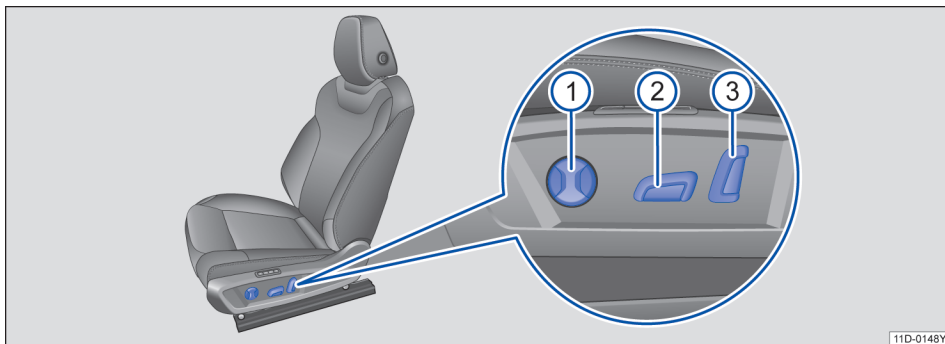
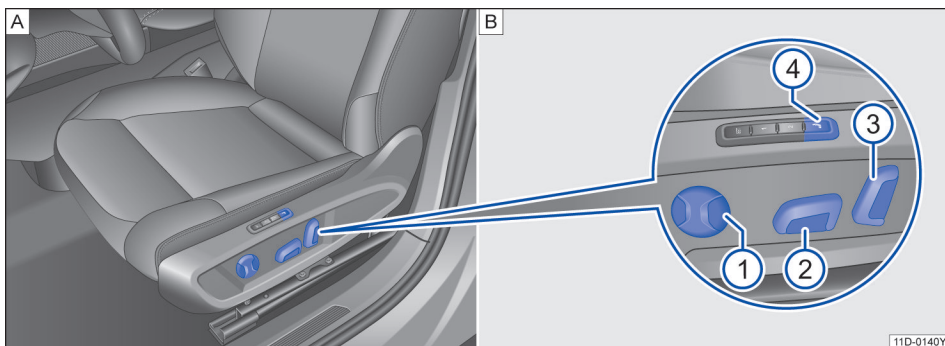

图 59 电动调整式座椅的操作元件
图 60 部分车型电动调整式座椅的操作元件
请移动相应的开关→图 59 或 →图 60，把座椅调整得与身材相适应。
- ① 调整腰部支撑。
- ② 调整座椅前后位置、座椅面高度和倾斜角度。
- ③ 调整座椅靠背倾斜角度。
- ④ 部分车型按摩功能操作：
打开：按下按钮→图 60 ④ 时，腰托先恢复到最后位置，再开始按摩。根据腰托当前所在位置不同，恢复过程最多持续 15 秒后，按摩功能启动。
关闭：再次按下按钮→图 60 ④ 关闭按摩功能。按摩停止后，腰托恢复到启动按摩功能前的位置。
按摩功能开启时，按下腰部支撑按钮→图 60 ① 前后位置，可以调节按摩强度，按摩强度一共分三档。